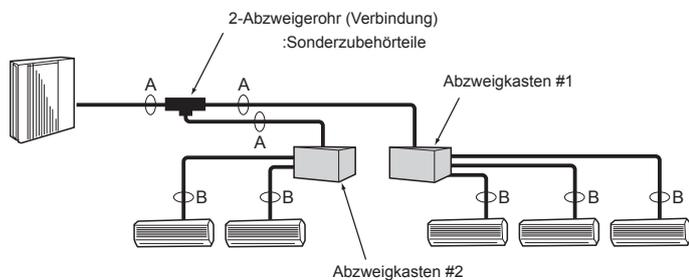

Fig. 4-3
4.3.2. Verbindung mit Abzweigkasten (Fig. 4-3)